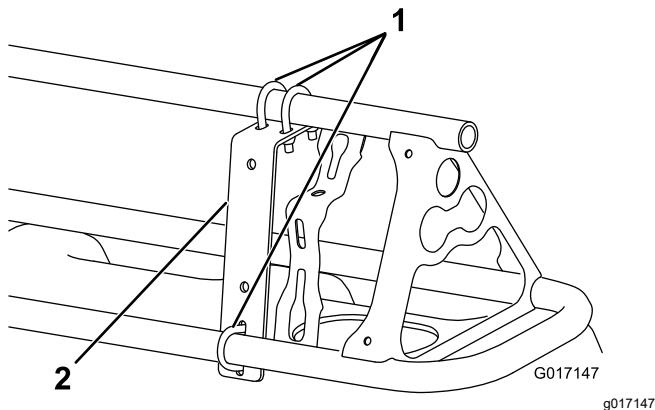
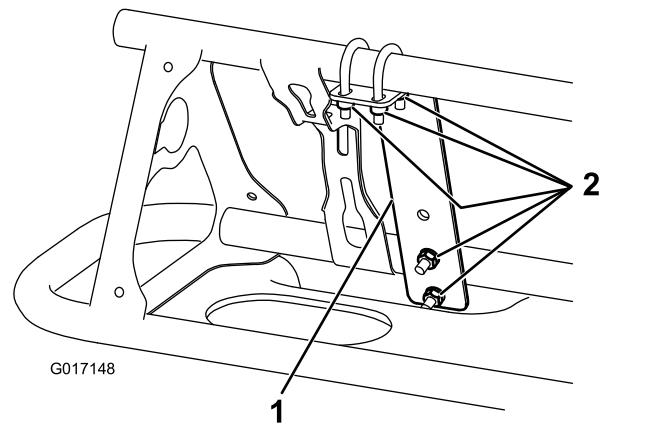

Figure 15
Figure 16
1. Fixez un support sur l'avant de chaque rampe, près de la buse extérieure, (Figure 15 et Figure 16) à l'aide de 3 étriers filetés et de 6 contre-écrous (1/4").